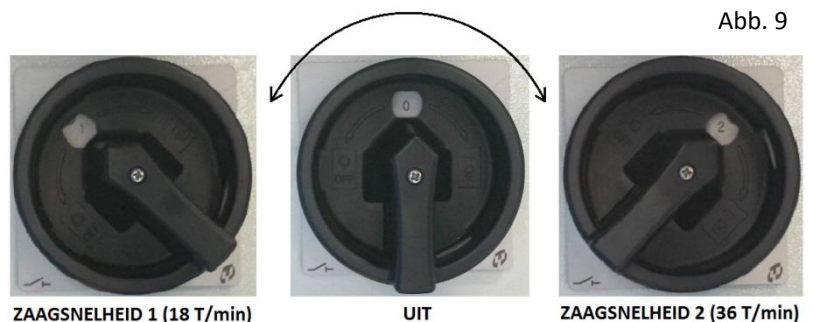

Abb. 9
Der Hauptschalter (Abb.9) ermöglicht Bedienung in 3 Positionen. Position OFF (0), 1 und 2. Zur Bedienung der Säge können Sie wählen aus 2 Schnellheiten Taste 1 oder 2.